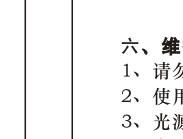
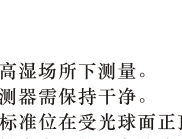

图6
图7
6、**数据自动记录功能按键:** 先按下 **REC** 键, 再同时按下 **MODE** 键, 进入自动记录功能。"AUTO"符号点亮, 设置为自动换挡功能。这时液晶屏上"REC"和"■"符号同时闪动(如图6), 表示处于数据记录开启时间延迟阶段, 延迟的时间为预先设置的时间(1~60秒可选择)。当"■"符号停止闪动, 只有"REC"符号闪动, 表示延迟时间已过(如图7), 正式开启自动数据记录, 根据预先设定的记录数据的个数(1~50个数据可选择)和预先设定的采样时间间隔(1~60秒)自动完成。